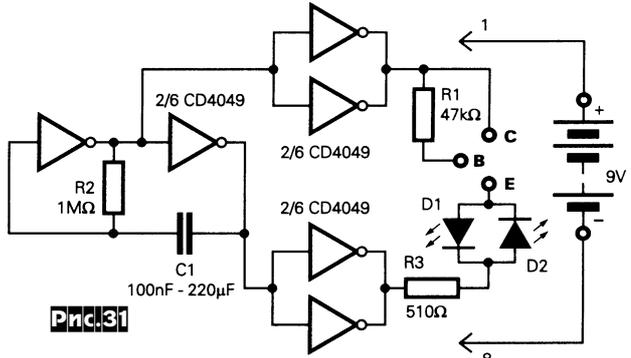

Рис.31
**Матеуш Щигель для автопроверки исправности и типа проводимости транзисторов и диодов** применяет тестер, схема которого показана на рис.31. Он питается от «Кроны» и состоит из автогенератора и двух усилителей повторителей, нагруженных на тестируемый радиоэлемент (диоды включаются к контактам С и Е) и пару встречно включенных светодиодов. Если при этом светятся оба светодиода (на самом деле они быстро «мигают») или ни один из них, то элемент неисправен. Если светится D1, то тестируемый исправный транзистор имеет структуру п-р-п, если же светится D2 - то р-р-п. С исправным диодом должен светиться один из светодиодов (в зависимости от полярности включения диода). Настройка устройства не